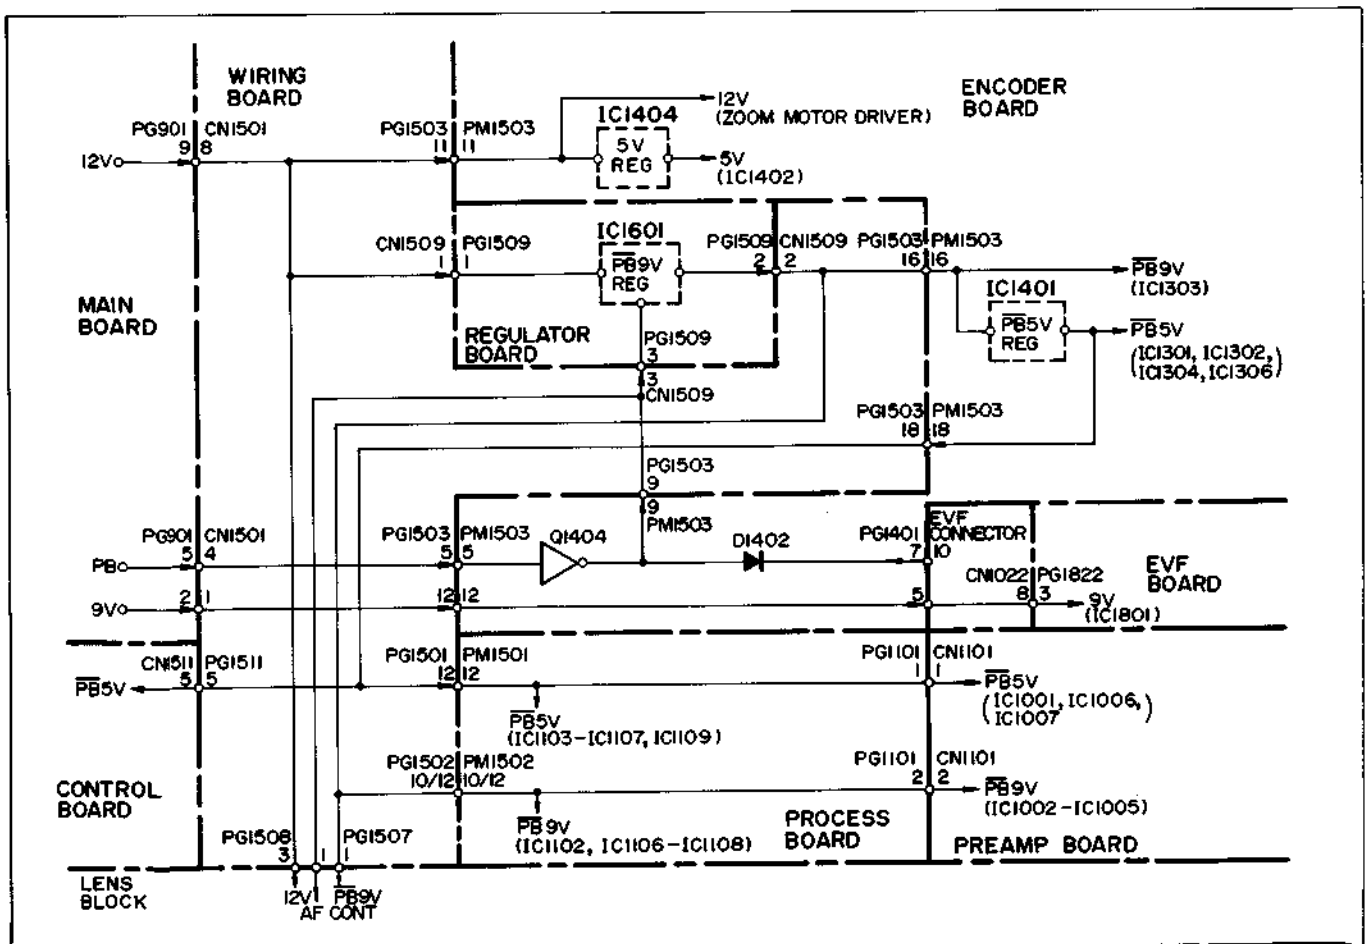

Abb. 2-1 Stromversorgung
1.1 Stromversorgung (Abb. 2.1)